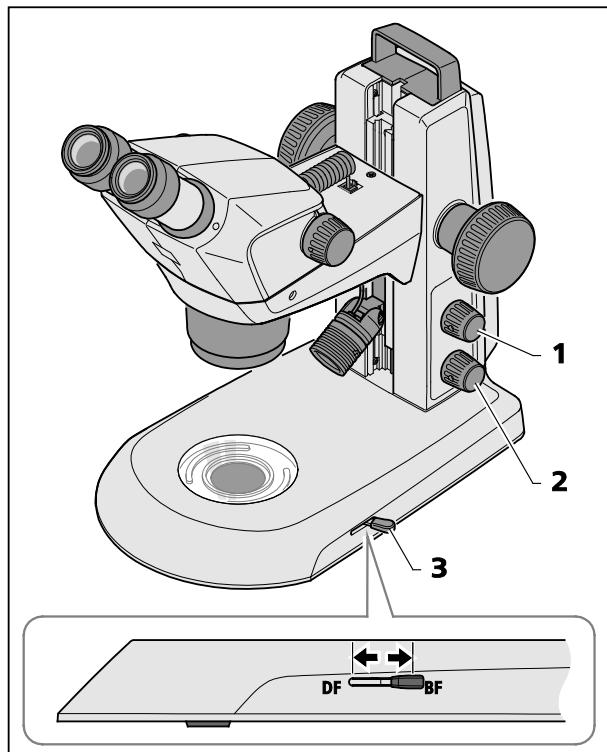

Fig. 25 Módulo de luz transmitida no estativo K EDU
- Ligar a luz transmitida, apertando o botão rotativo inferior (Fig. 25/2).
- Acionando a alavanca (Fig. 25/3), comuta-se entre iluminação de campo claro e de campo escuro.
- Posição anterior: Campo escuro (DF)
- Posição posterior: Campo claro (BF)
Apertando o botão superior (Fig. 25/1), pode-se adicionar, por mistura, luz refletida (vide capítulo 4.2, página 28).